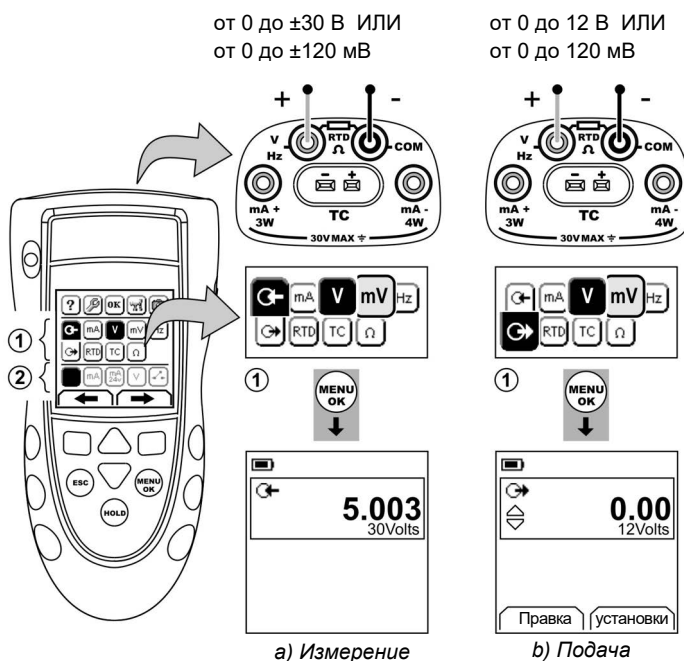

Рисунок 4: Пример конфигурации - Для измерения/поддачи вольт или мВ (Область ①)
1. Подключите прибор (Рисунок 4/5) и, при необходимости, отрегулируйте *Настройка* (Таблица 1).